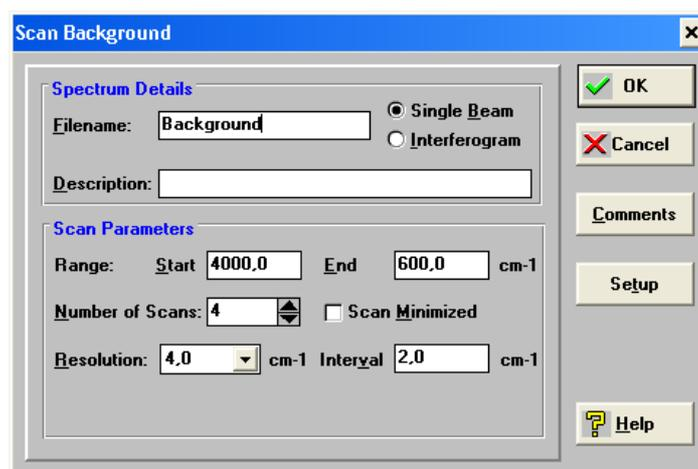

Figure 9 Scan Background
- Cliquer sur « Instrument » puis « Scan Background », la fenêtre suivante apparaîtra (figure 9)